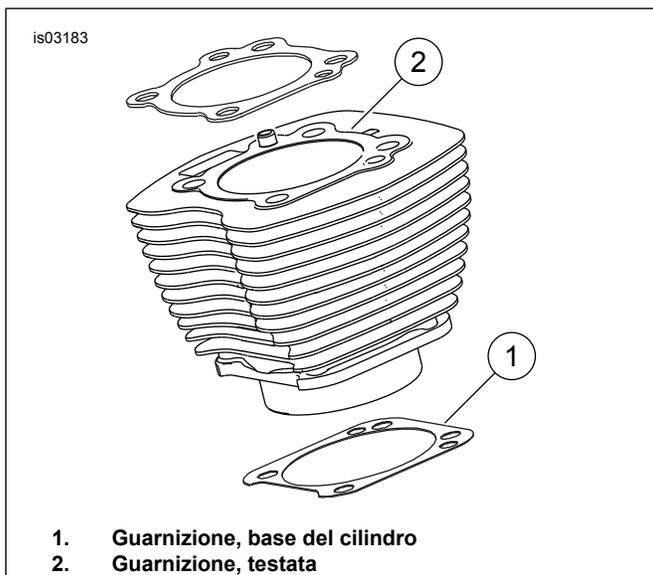

Figura 1. Guarnizioni del cilindro
Vedere Figura 1. La guarnizione (1) da 4,060 in della base del cilindro e quella della testata (2) eliminano la necessità di usare anelli di tenuta O-ring. Non utilizzare anelli di tenuta O-ring su perni di riferimento o su codoli dei cilindri.